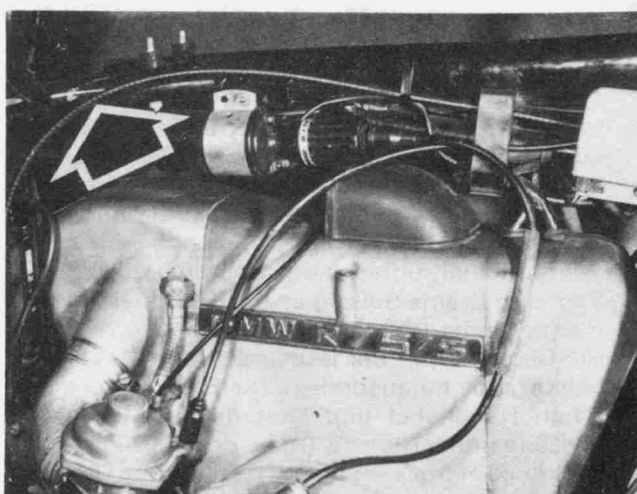

Bild 281
- Das andere Ende der Tachometerwelle liegt rechtsseitig vom Getriebegehäuse über dem Kreuzgelenk des Hinterradantriebs. Schraube der Klemmschelle lockern und Welle herausziehen. Den Kraftstoffbehälter abnehmen (vgl. Kap. 7.9, Seite 118). Die Kabelhalterung am oberen Rahmenrohr sorgfältig öffnen und die Tachometerwelle mit Ummantelung herausnehmen und ebenfalls aus der Gummiführung im Scheinwerfer (Baureihe 5) herausziehen. Verlegung der Welle zum Wiedereinbauen beachten (Bild 281).